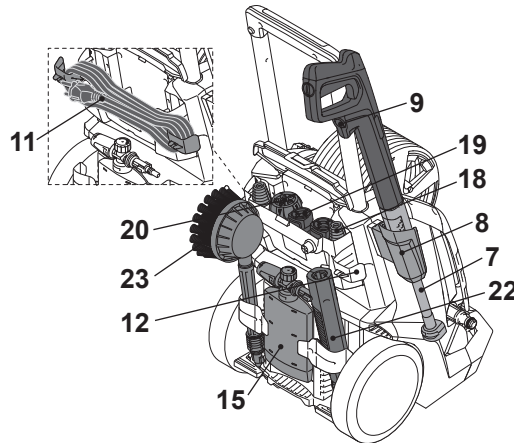

Fig. 17
Folosiți suportul cablului de alimentare (12) pentru a depozita cablul de alimentare (11) (Fig. 17).
Utilizați suportul superior al pistolului de pulverizare (8) pentru a depozita pistolul de pulverizare (9) și lanca de extindere (7) (Fig. 17).
Accesorii (rezervor de soluție (15), duză rotativă (18), adaptor pentru duza rotativă (19), duza 5 în 1 (20) lanca de extindere scurtă (22), peria rotativă (23) pot fi depozitate Spatele produsului. (Fig. 17).